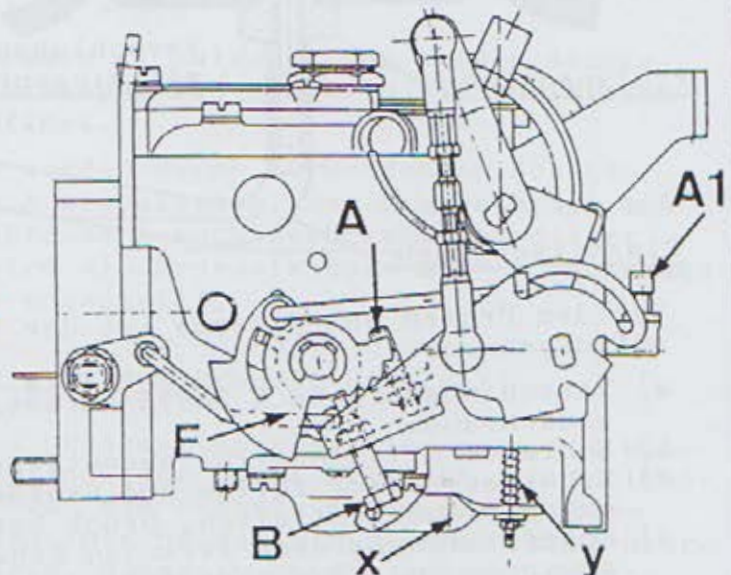

Bild 1
- a) Die Einspannlänge der Druckfeder Y muß 18 mm betragen (s. Bild 1).
- a) Die Drosselklappe I ist mit der Leerlaufeinstellschraube A gerade so weit zu öffnen, dass die erste Übergangsbohrung sichtbar wird (s. Bild 1 + 2).
Zur Grundeinstellung des Drosselklappenspaltess muss die Einstellschraube B (durch Öffnen der Drosselklappen und Schließen der Starterklappen) auf die oberste Raste der Stufenscheibe F gebracht werden. Der Drosselklappenspalt muss hierbei 0,4 - 0,45 mm betragen. Gemessen an der unteren Hälfte der Drosselklappen in der Mitte des Saugkanals. Korrektur an der Einstellschraube B (s. Bild 1 + 2).